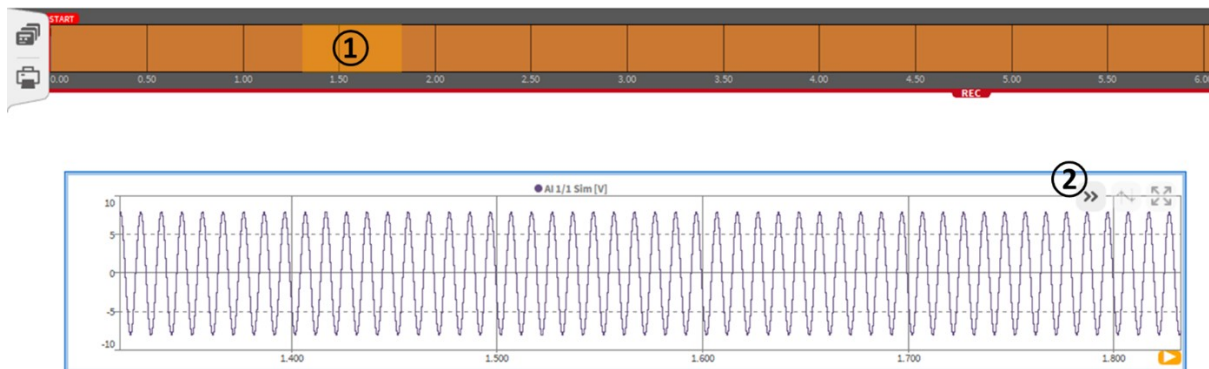

Abb. 8.7: Funktionen von DejaView™
Während einer Aufzeichnung können Daten auch in der Vergangenheit mithilfe der DejaView™ Funktion untersucht werden. Um diese Funktion zu benutzen, klicken oder tippen Sie in den Rekorden und wischen Sie die Daten einfach nach rechts. Die Daten können auch gezoomt werden. Um schnell zur aktuellen Aufzeichnungszeit zu gelangen, klicken Sie auf das graue >> Symbol (siehe ② in Abb. 8.7). Dies ist eines der **mächtigsten** Features der OXYGEN Software.
- Funktionen von DejaView™ (siehe Abb. 8.7) sind folgende:
- ① Zeigt den Abschnitt der Messung, welcher im Rekorder angezeigt wird.
- ② Durch Drücken dieses Buttons springt der Rekorder zur aktuellen Aufzeichnungszeit und zeigt die gerade aufgenommenen Daten. Ein Rechtsklick auf diesen Button zeigt die gesamten Daten seit Aufzeichnungszeit bis zum aktuellen Zeitpunkt.